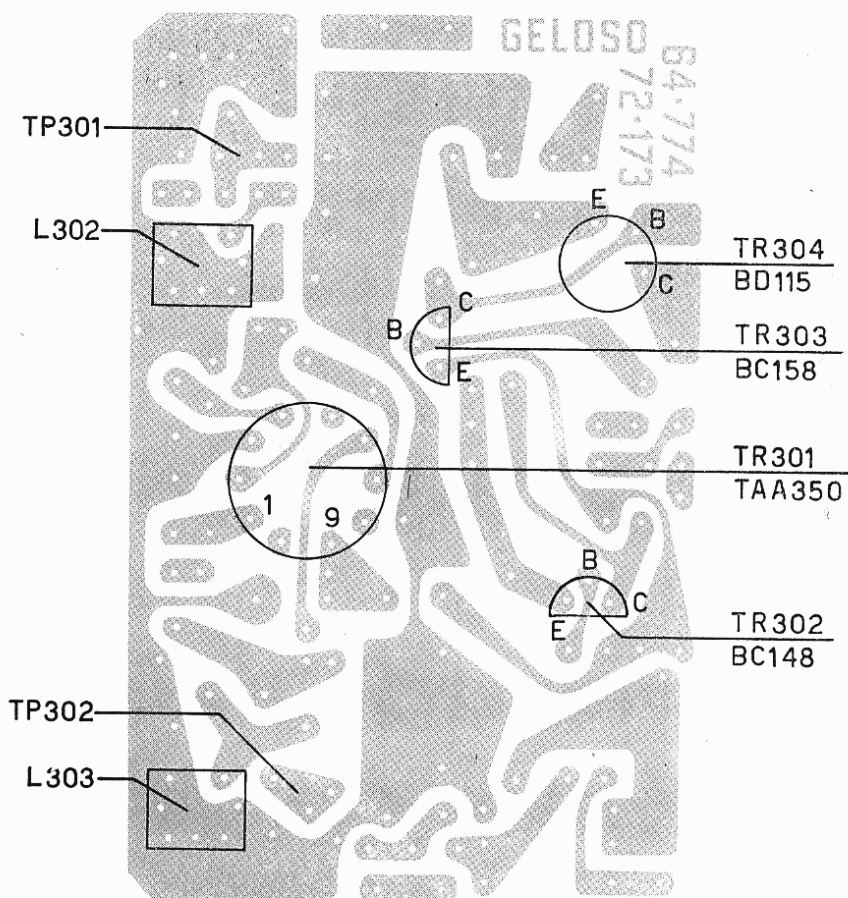

Fig. 9 - Piasira suono vista lato rame.
a) Utilizzando la nota fissa che trasmette la stazione RAI in presenza del monoscopio; collegando un millivoltmetro ai capi dell'altoparlante si regola la bobina L 303 per la massima uscita e la L 302 per il minimo rumore di fondo (fig. 9).
il segnale di ingresso deve essere circa di $100 \mu\text{V}$, con deviazio 225 KHz. (fig. 9).